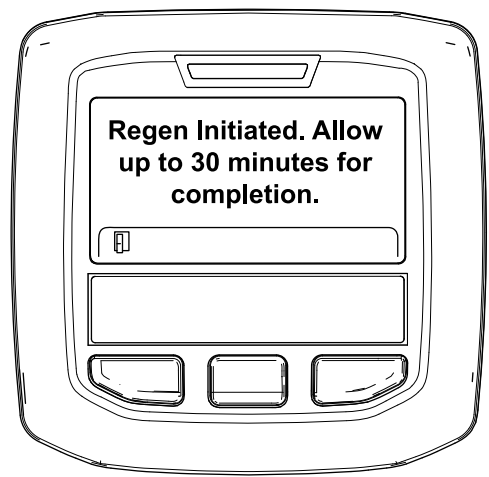

図 54
- 再生許可の場合には Regen Initiated 再生を開始しましたと表示。再生が終了するまで、最大 30 分間が必要。終了まで待つ 図 54。